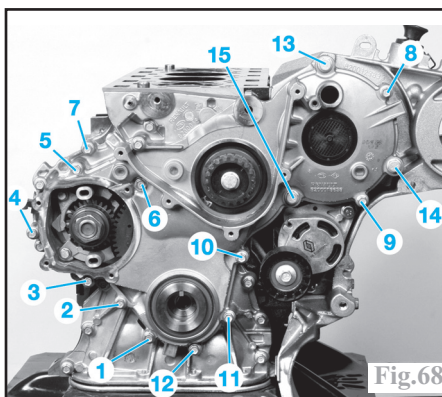

Fig.68
-reposer le carter extérieur de la cascade de pignons ainsi que son joint; approcher les vis puis serrer au couple prescrit (Fig.68).